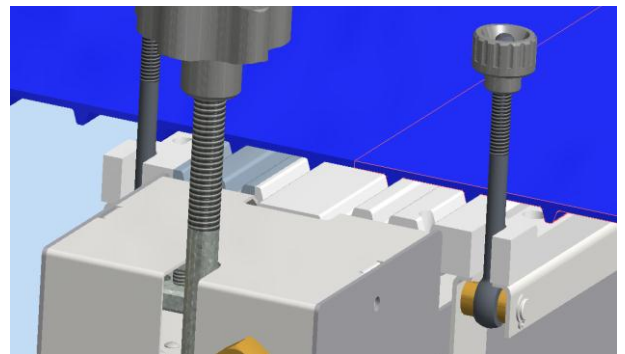

FIGURE 6
- Contrôler afin que les deux têtes de la bande correspondent parfaitement (Figure 6). Serrer les boutons de fermeture des barres de blocage.